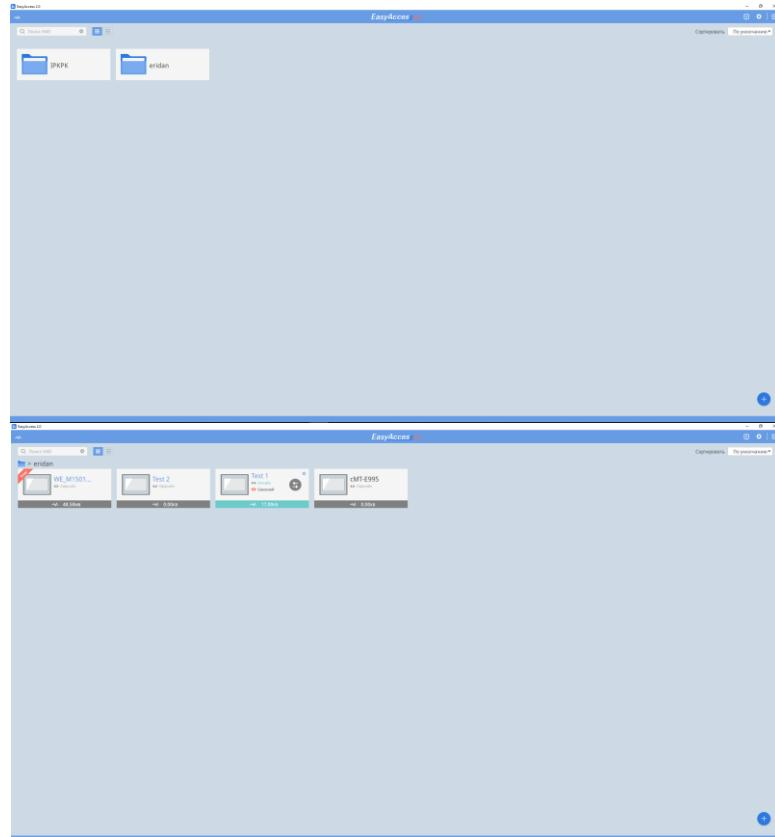

Рисунок 8.2 – ПО EasyAccess 2.0
3. После входа в ПО EasyAccess 2.0 (рисунок 8.2) выбрать каталог с панелью (например eridan), выбрать интересующую панель, нажать символ  и скопировать выведенный IP-адрес в буфер обмена.